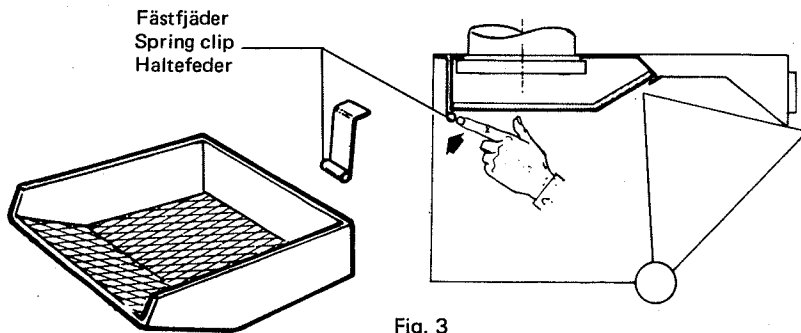

Fig. 3
**Borttagning:** Pressa fästfjäders bakåt och dra samtidigt filtrets bakre kant nedåt, se fig. 3 och 4.
**Fastsättning:** Kontrollera att fästfjäders sitter på plats. Placera filtrets främre kant i plåtvinkeln, för fjäders bakåt och tryck upp filtrets bakre kant så att fjäders spänner fast filtret, se fig. 3 och 4.
**Removing the filter:** Press the spring clip towards the rear, simultaneously pulling down the rear edge of the filter (see Fig. 3 and 4).
**Refitting:** Check that the spring clip is in position. Place the front edge of the filter in the sheet metal angle, push the spring clip back and press the rear edge of the filter up so that the spring clip locks the filter (see Fig. 3 and 4).
**Ausbau:** Die Haltefeder nach hinten pressen und gleichzeitig die hintere Kante des Filters nach unten ziehen, siehe Abb. 3 und 4.
**Einbau:** Kontrollieren, ob die Haltefeder richtig an ihrem Platz sitzt. Die Vorderkante des Filters in den Blechwinkel setzen, die Feder nach hinten führen und die Hinterkante des Filters nach oben drücken, so daß die Feder das Filter festspannt, siehe Abb. 3 und 4.